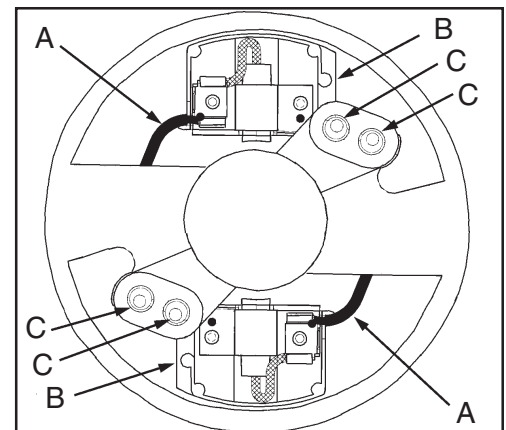

Figura 15
3. Para reemplazar las escobillas, desconecte el cable flexible aislado (A) del soporte de las escobillas (B). Luego extraiga los dos tornillos y arandelas (C) que sujetan el soporte al alojamiento del motor. Consulte la figura 15.